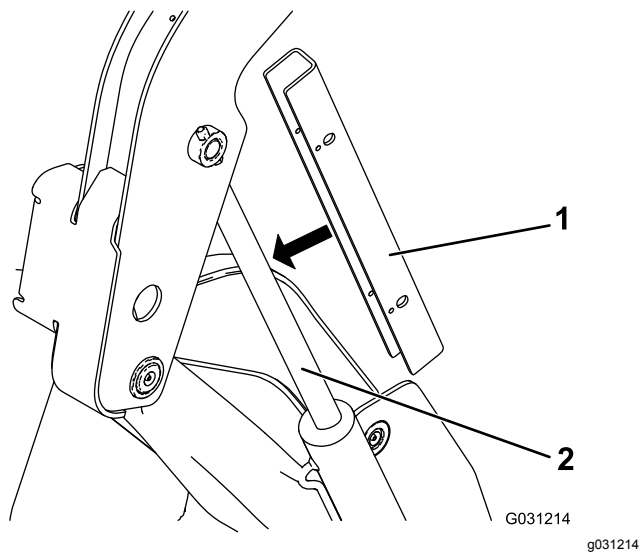

Figure 31
- Glissez le dispositif de blocage de vérin sur la tige du vérin (Figure 31).